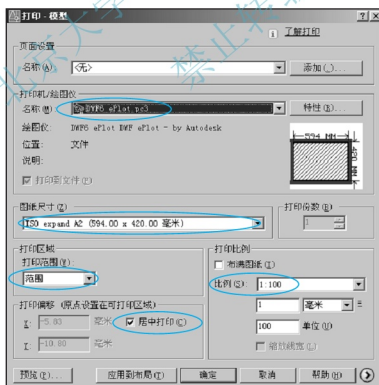

图 5.90 设置【打印-模型】对话框
- (6) 执行菜单栏中的【文件】|【打印】命令, 打开【打印—模型】对话框, 按照图 5.90 所示设置该对话框。